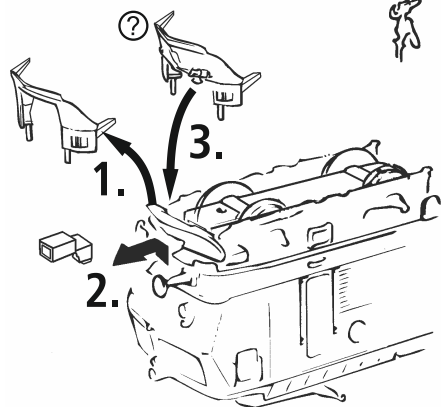
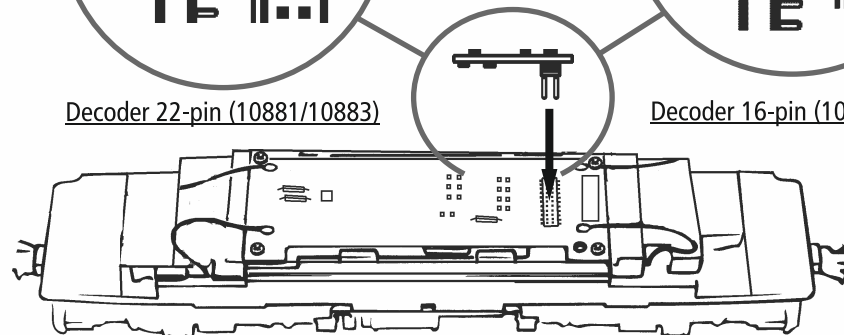

Fig. 3
Fig. 6
**1. Reinigung der Radstromkontakte:** Radstromkontakte können auf unsauberen Schienen leicht verschmutzen. Entfernen Sie vorsichtig mit einem kleinen Pinsel den Schmutz an den in Fig. 6 gekennzeichneten Stellen. Dazu zuerst das Lokgehäuse abnehmen (Fig.3)
**2. Schmierung:** Versehen Sie die im Schmierplan in Fig. 8 gekennzeichneten Stellen mit nur kleinen Öltropfen. Dazu zuerst das Lokgehäuse abnehmen (Fig. 3). Wir empfehlen den ROCO Öler Art.-Nr. 10906. Fürs Schmieren der Getriebeteile (Zahnräder, Schnecke) empfehlen wir das ROCO-Spezialfett Art.-Nr. 10905. Im Falle der Schmierung diese Teile nicht ölen.
**4. Kohlebürstenwechsel:** Lokgehäuse abnehmen (Fig. 3). Danach wird der Motor ausgebaut und die Kohlebürsten ausgewechselt (Fig. 9).
**1. Nettoyage des lames de courant aux roues:** Les lames de contacts risquent de s'encrasser rapidement sur des voies poussiéreuses. Veuillez **enlever la poussière** aux endroits marqués à la fig. 6 à l'aide d'un petit pinceau souple. A ces fins démontez d'abord la caisse (fig. 3).
**2. Graissage:** N'appliquez **qu'une tout petite goutte** aux endroits indiqués par le plan de graissage (fig. 8) après avoir démonté la caisse de la locomotive (fig. 3). Nous vous recommandons **le graisseur à huile Roco réf. 10906**. Pour graisser les engrenages (roues dentées, vis sans fin) nous vous conseillons **la graisse spéciale Roco réf. 10905** pour engrenages en matières synthétiques. Lorsque vous utilisez cette graisse il faut éviter d'huiler ces composants
**4. Remplacement des balais du moteur:** Démontez la caisse (voir fig. 3). Démontez ensuite le moteur et échangez le balais (fig. 9).
**1. Cleaning of wheel contacts:** Wheel contacts easily get dirty on tracks which are not entirely clean. Use a small brush to **remove dirt** from spots marked in fig. 6. Prior to cleaning the contacts dismantle the loco body (fig. 3).
**2. Lubrication:** Apply **tiny oil drops** to spots marked in fig. 8. Prior to lubrication dismantle loco body (fig. 3). We recommend using item no. **10906, Roco oiler**. For lubrication the gear-parts (e.g. cog-wheels, worm) we would recommend our Roco **special grease** (item no. **10905**).
**4. Carbon brush changing:** First remove loco body (fig. 3) and then the motor (fig. 9).